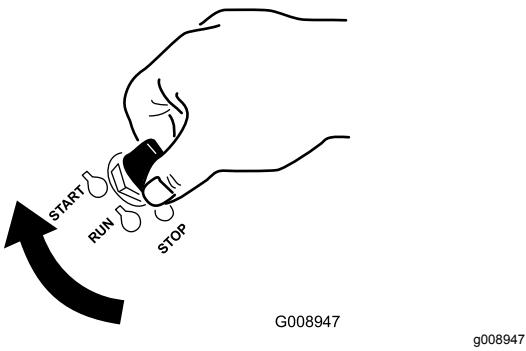

Figure 16
1. Tournez la clé de contact à la position de DÉMARRAGE(Figure 16).